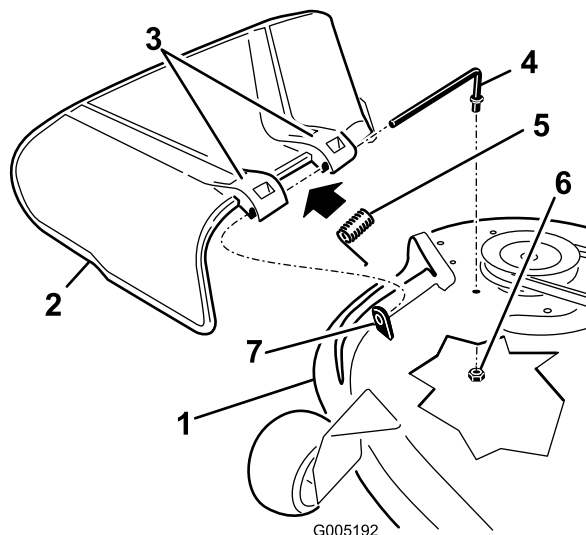

Figura 69
1. Individuate le parti illustrate nella Figura 69.
2. Togliete il dado (da 3/8 poll.) dall'asta sottostante il tosaerba (Figura 69).
3. Estraete l'asta dal distanziatore corto, dalla molla e dal deflettore dell'erba (Figura 69). Togliete il deflettore dell'erba tagliata se è danneggiato o consumato.
4. Riposizionate il deflettore dell'erba (Figura 69).
6. Collocate la molla sull'asta (tenendo abbassati i fili alle estremità), tra le staffe del deflettore di sfalcio. Fate scorrere l'asta attraverso la seconda staffa del deflettore dell'erba (Figura 69).
7. Inserite l'asta dalla parte anteriore del deflettore dello sfalcio, nel piccolo isolatore sul piatto di taglio. Fissate l'estremità posteriore dell'asta nel tosaerba con un dado (3/8 poll.) (Figura 69).